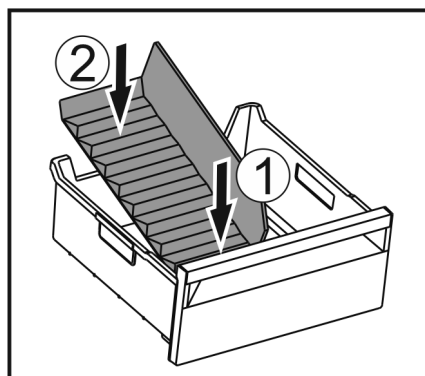

Fig. 169
- Vorderen Teil des Eisfach-Trenners einsetzen. Fig. 169 (1)
- Hinteren Teil des Eisfach-Trenners bis zum Schubfachboden absenken. Fig. 169 (2)